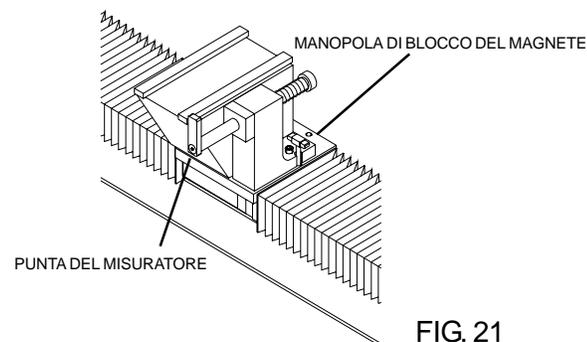

FIG. 21
1. Tirare entrambe le punte dei misuratori e ruotarle in modo da bloccarle in posizione. Allentare la manopola di blocco del magnete e attivare il gruppo magnete del lato destro. Vedere la FIG. 21. Impostare il gruppo controlama/supporto per essere molato sugli elettromagneti. Spostare il gruppo magnete del lato destro finché le punte dei misuratori di allineamento non si trovano ad entrambe le estremità della controlama, quindi serrare la manopola di blocco del magnete del lato destro in modo sufficiente da fissare il magnete.